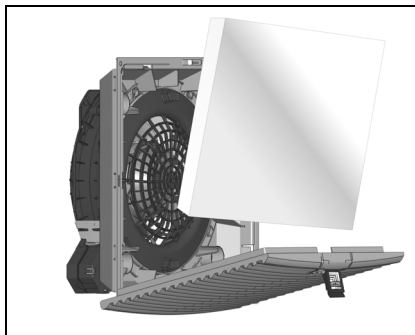

Imagen 7: Montaje de la estera filtrante
- Introduzca la estera filtrante, según se muestra en la imagen 7, en la caja del filtro y vuelva a insertar la rejilla sobre la caja.